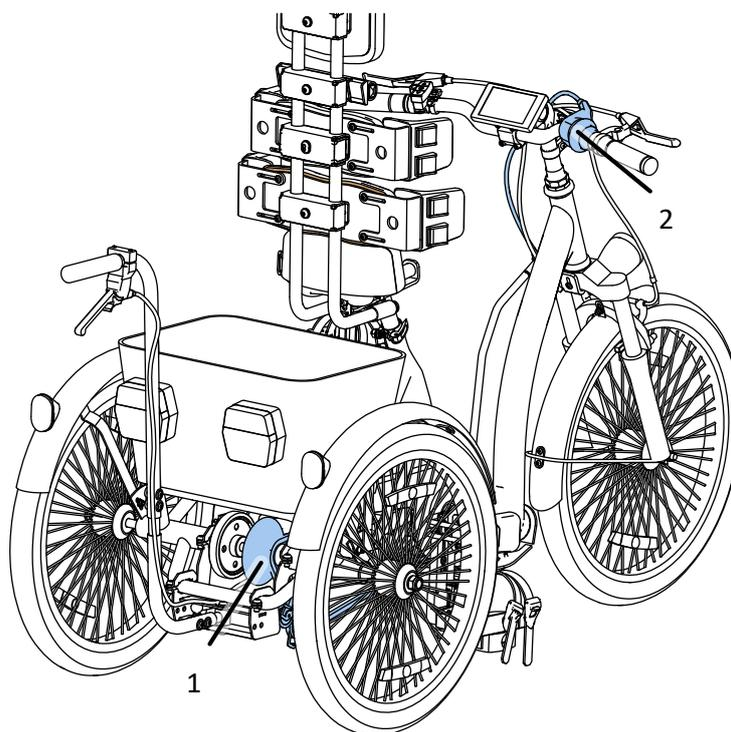

Abb. 5
Die Fahrräder EHOP TRIKES 20", 24", 26" (Abb. 5) sind mit einer siebenstufigen Kassette (1) an der Hinterachse ausgestattet, die das rechte Rad der Hinterachse antreibt. Die Umwerfer werden über den Schalthebel (2) am Lenker bedient.